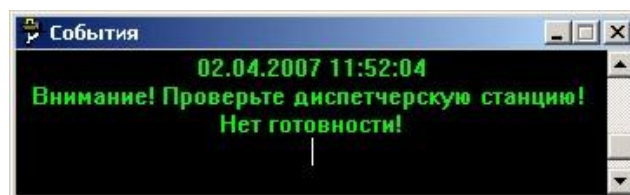

Рис. 20
7.9. В случае обрыва линии связи, или выхода из строя диспетчерской станции система выдаст сообщение, показанное на **рис. 20**.